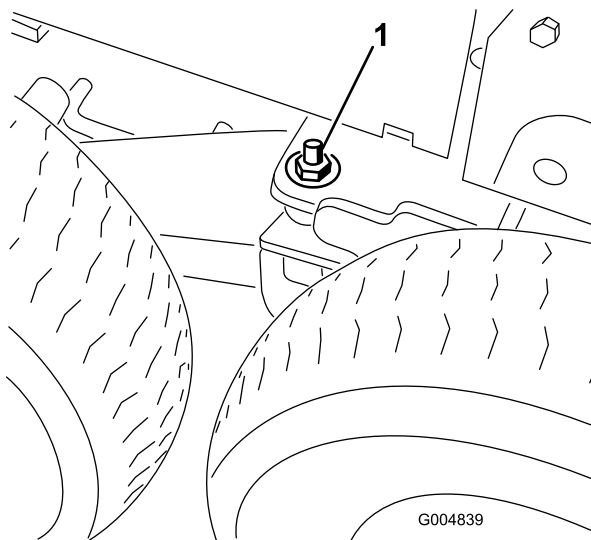

Figura 75
7. Retire a porca de bloqueio de 1/2 pol. e a anilha plana da soldagem da articulação bogie direita e esquerda para destrancar a articulação (Figura 75).
11. Baixe o apoio de solo até a soldagem da articulação bogie se mover o suficiente de modo a que a anilha plana de 1/2 pol. e a porca de bloqueio possam ser instaladas no perno e enroscadas manualmente em ambos os lados da máquina (Figura 75).